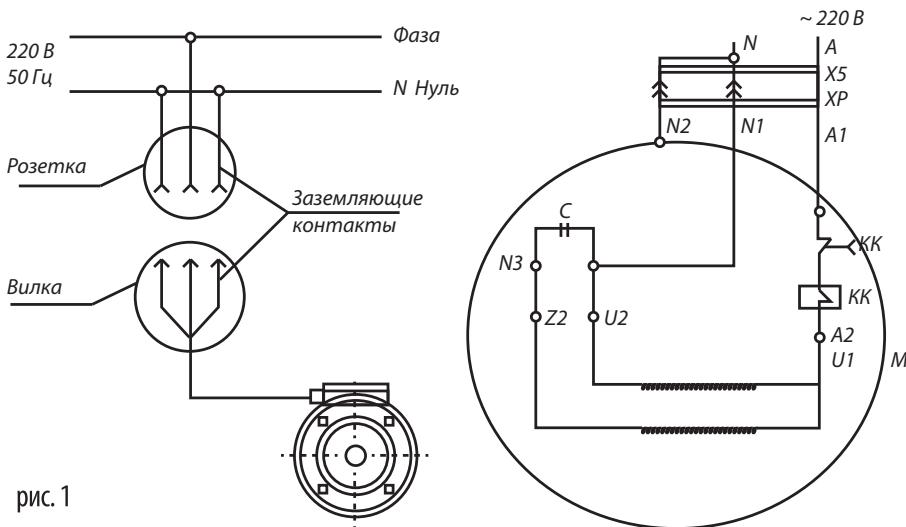

рис. 1
- напряжение в электрической сети должно соответствовать номинальному напряжению. В случае, если он не соответствует, следует использовать регулятор напряжения. Категорически запрещается эксплуатация прибора без надлежащего зануления (заземления). При подключении прибора к однофазной сети 220 В, с глухо-заземленным выходом источника тока, зануление должно быть выполнено следующим образом: заземляющий контакт штепсельной розетки необходимо соединить отдельным нулевым защитным проводом с нулевым проводом питающей сети. В качестве нулевого защитного проводника необходимо использовать медный гибкий изолированный провод сечением не менее 2,5 или не изолированный - сечением не менее 4,0. Нулевой защитный проводник необходимо присоединить к нулевому проводу сети посредством болтового соединения или пайки, тщательно зачистив место соединения. Пример схемы устройства зануления приведен на рис. 1.;